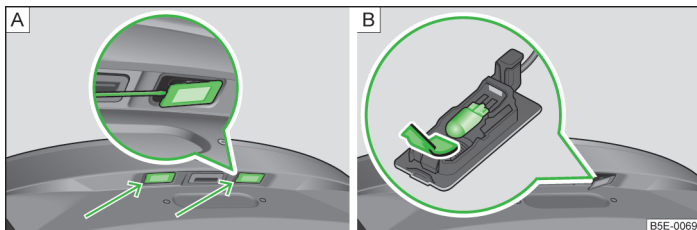

Fig. 180 Demontarea lămpii pentru numărul de înmatriculare / Înlocuirea becului
- Așezați o șurubelniță dreaptă în locul marcat cu săgeată » fig. 180 - [A], apăsați ușor și deblocați arcul.
- Scoateți becul defect din suport, trăgând în sensul săgeții » fig. 180 - [B].